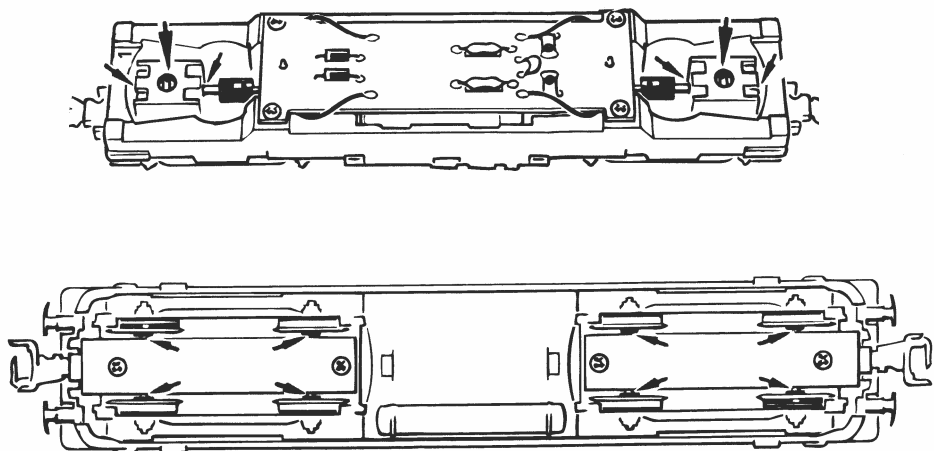

Fig. 8
4. Kohlebürstenwechsel: Lokgehäuse abnehmen (Fig. 3). Danach wird der **Motor ausgebaut** und die **Kohlebürsten ausgewechselt** (Fig. 8).
4. Remplacement des balais du moteur: Démontez la caisse (voir fig 3). Démontez ensuite le moteur et échangez le balais (fig.8).
4. Carbon Brush Changing: First **remove** loco body (fig. 3), and then the **motor** (fig. 8).